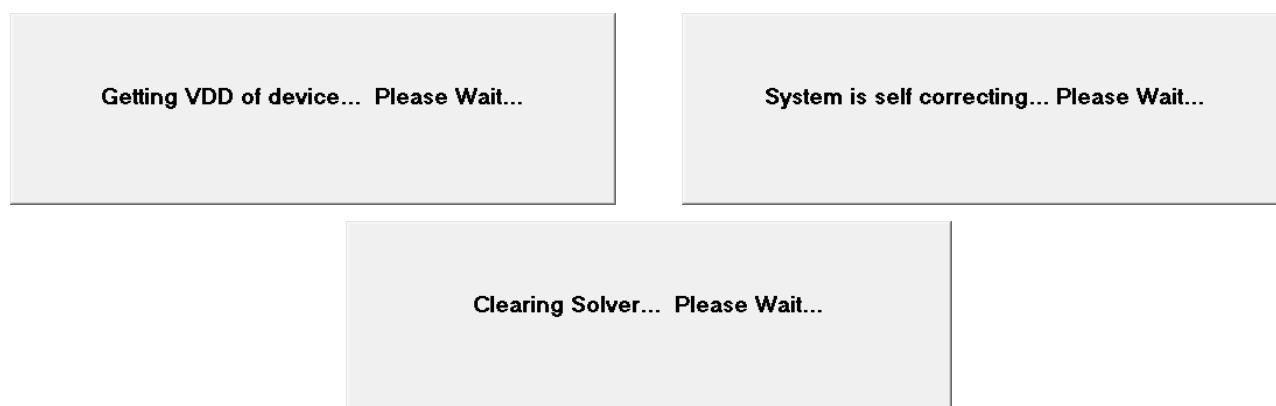

图 6.1.3 New Device 过程提示
3、勾选 Enable Part #1 前面的复选框，激活 Power On 按钮功能及其他参数设置功能，点击 power On 对芯片上电。（图 6.1.1 此处芯片连接编程器的 SITE1，故勾选 Part #1，若将芯片连接至 SITE2，则需要勾选 Part #2）。芯片需要恢复默认输出并做多点编程，故需要点击 New Device 按钮，用以清除原有编程痕迹，并校准输出曲线斜率。该过程需要对芯片做擦除校准等工作，故需要等待 3s，期间会有几次 Please Wait 的提示变化（组图 6.1.3），说明编程器运行正常，编程器完成上电工作后，信息栏会显示 Ready 等字样提示信息，并提示当前芯片处于 OWI 通信状态（图 6.1.4），可对芯片做编程操作。